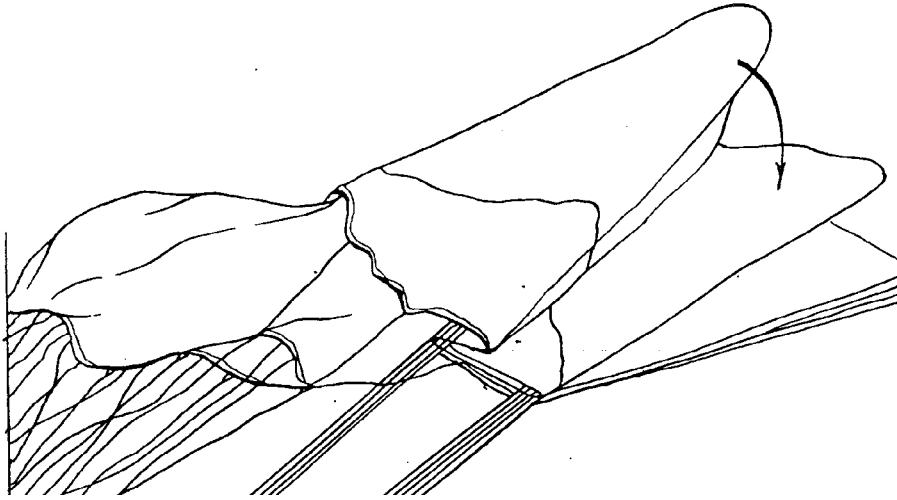
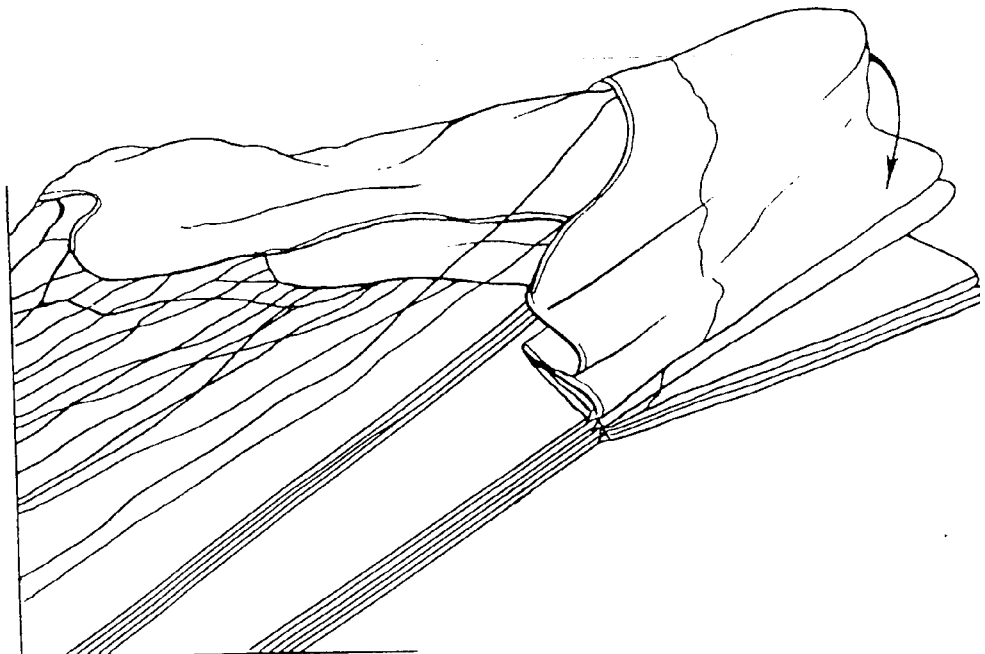

Рис. 17
Рис. 18
2) таким же образом уложить полотнища напротив строп третьего (рис. 17) и четвертого рядов (рис. 18);